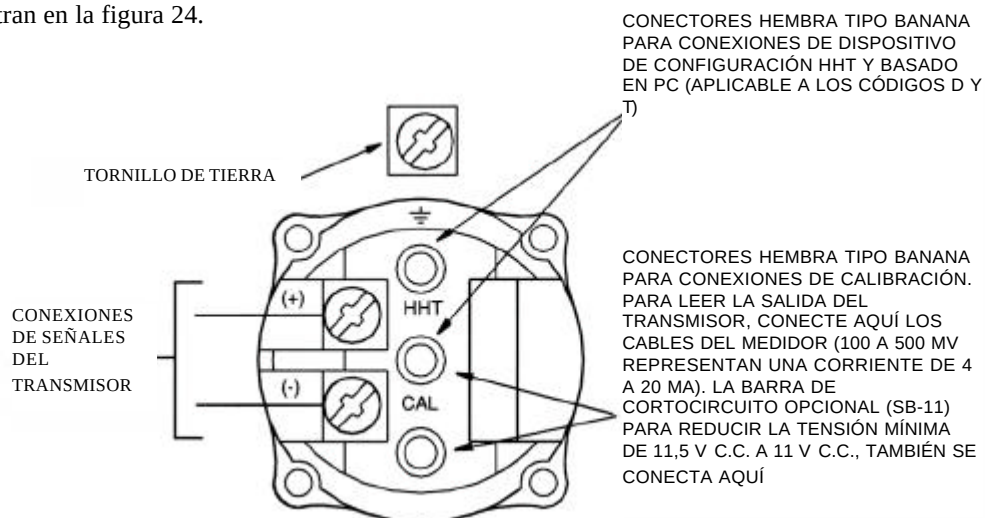

Figura 24. Identificación de los terminales de instalación
Los terminales de instalación en un transmisor con una señal de salida de 4 a 20 mA son los que se muestran en la figura 24.
6. Conecte los cables de la fuente de alimentación y del lazo del receptor a las conexiones de los terminales "+" y "-" que se indican en la figura 24.